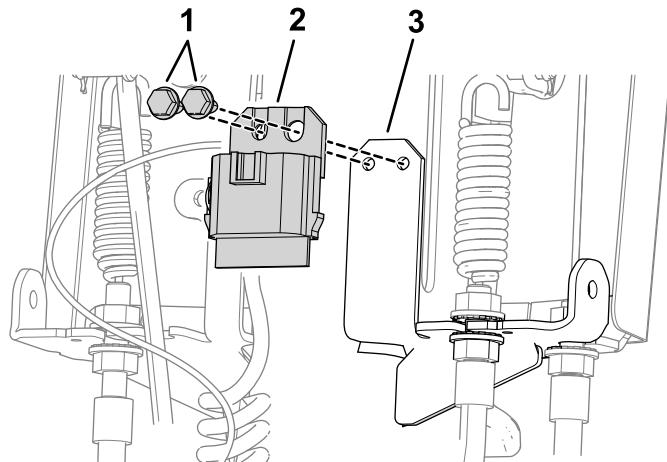

図 12
1. ねじ 2 本で、インタロックモジュールをケーブル用バルクヘッドに取り付ける図 12。